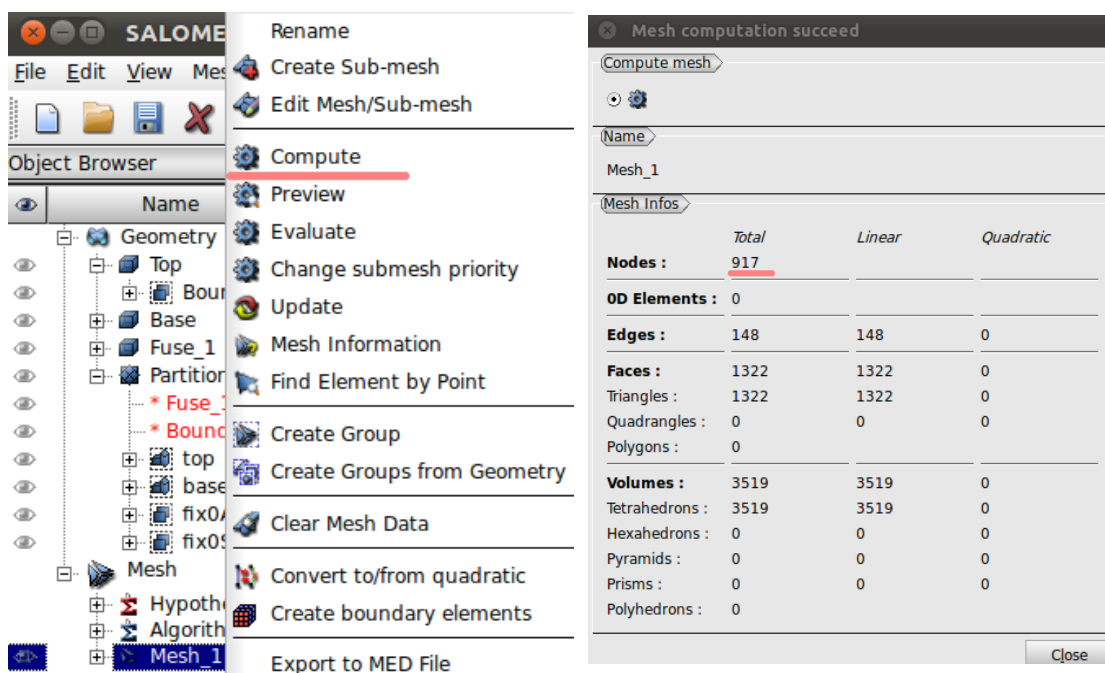

図 26 Compute
④Object Browser 内の Mesh>Mesh_1 を右クリックし、Compute を選択する。(参照：図 26 左) メッシュ作成が完了すると、Mesh computation succeed が表示され、メッシュの節点数などが確認できる。(参照：図 26 右)